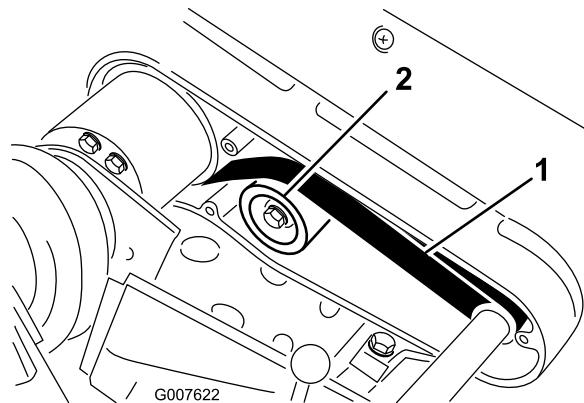

Bild 32
2. Prüfen Sie die Spannung. Bringen Sie hierfür eine Kraft von 2,3 bis 2,7 kg in der Mitte zwischen den Riemscheiben an (Bild 32). Der Riemen muss sich 6 mm durchbiegen lassen.
- A. Lösen Sie die Befestigungsmutter der Spannscheibe und drehen Sie die Spannscheibe nach rechts gegen die Rückseite des Riemens, bis Sie die gewünschte Riemenspannung erzielt haben (Bild 32).